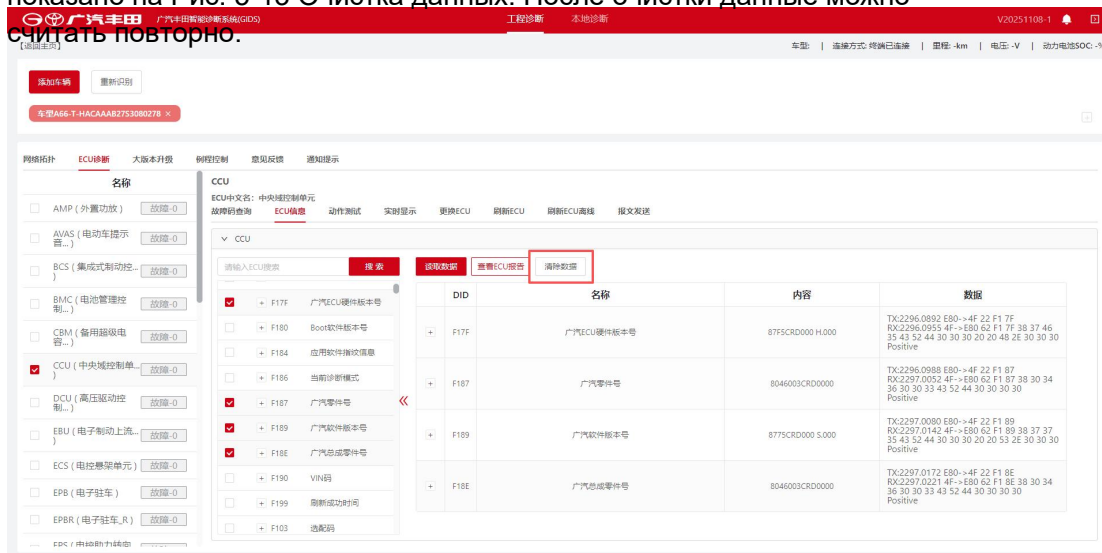

Рис. 5-13 Очистка данных
1. Нажмите [Очистить данные], чтобы очистить запрошенные данные, как показано на Рис. 5-13 Очистка данных. После очистки данные можно считать повторно.